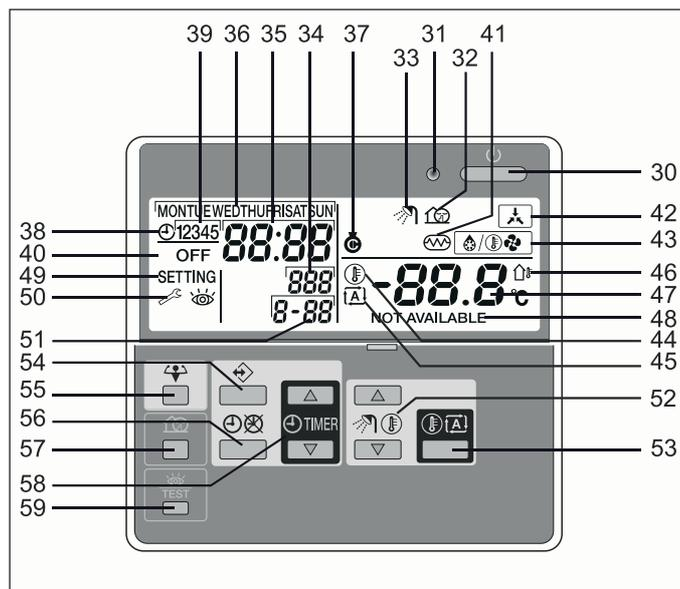

Fig. 7-1 Elementos de exibição e comando da regulação - ver legenda Tab. 3-1 e a seguinte descrição
- O campo de exibição (Fig. 7-1, pos. 34) é apresentado o número do sensor .